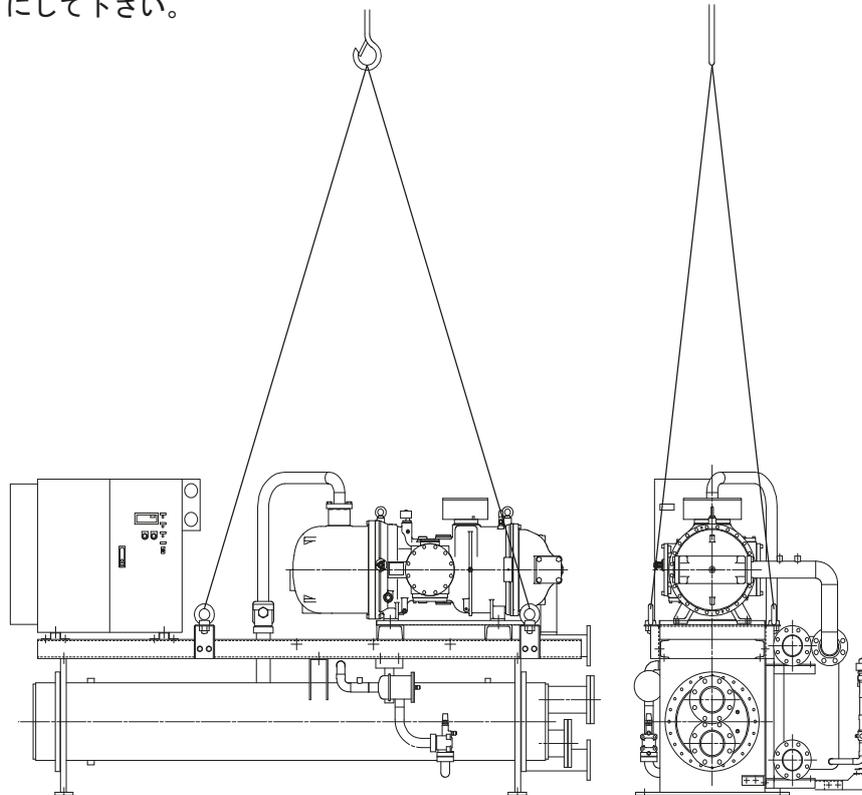

図 2-1 ユニット吊上げ要領
- ① 吊上げはユニット枠の4本の吊具にフックを掛けて行って下さい。このとき制御箱、配管などを傷付けないようにし、もしロープが当たるときは適当な引棒を入れるようにして下さい。(図 2-1)
- ② 吊上げ用のロープは製品質量に見合ったロープ強度にして下さい。製品質量は表 2-1 の通りです。